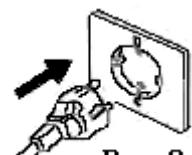

Рис.8
- воткните вилку в розетку (рис. 8), включите электропитание посредством включения установленной фазы (рис.9)